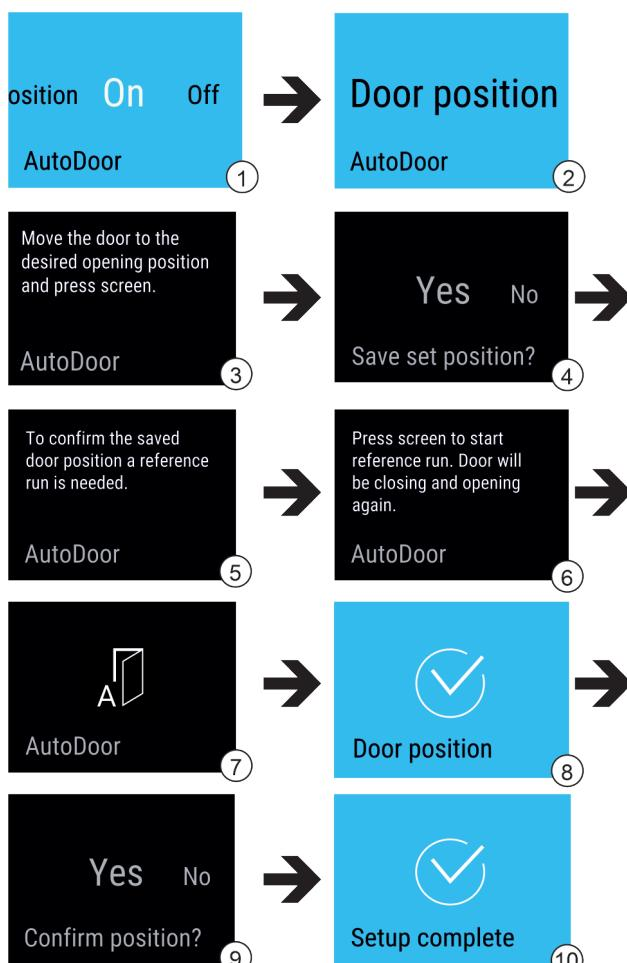

Fig. 14
- Zvolte funkci AutoDoor. Fig. 14 (1)
- Přejděte zobrazení na displeji, až se objeví Door position. Fig. 14 (2)
- Nakonfigurujte úhel otevření dveří: Otevřete dveře alespoň na 70°. Fig. 14 (3)
- Potvrďte úhel otevření dveří: Klepněte na hlášení na displeji. Fig. 14 (4)
- Spusťte referenční běh: Klepněte na displej. Fig. 14 (6)
- Displej bliká. Fig. 14 (7)
- Referenční běh je úspěšný: Displej na 2 sekundy zmodrá. Fig. 14 (8)
- Potvrďte úhel otevření dveří. Fig. 14 (9)
- Displej zmodrá. Fig. 14 (10)